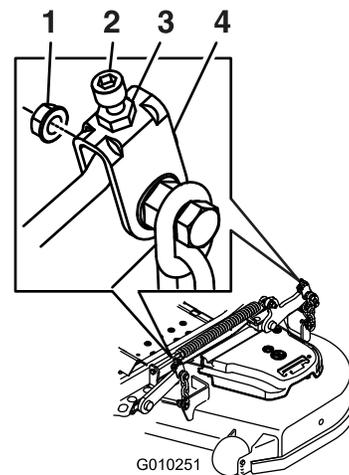

Figura 91
11. Para las carcasas de corte identificadas en Figura 91, gire la tuerca de ajuste del conjunto de elevación de la carcasa delantera para modificar la altura (Figura 91).
17. Gire el tornillo de ajuste hasta obtener una altura de 8.3 cm (3¼") (Figura 91).